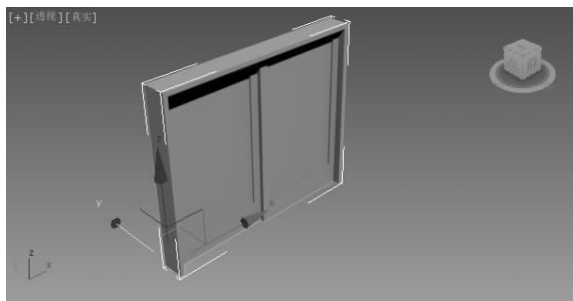

图 3.68 创建推拉门效果
(1) 在命令面板中单击“创建”选项卡 , 进入创建命令面板。
(2) 在“创建”面板下单击“几何体”按钮 , 选择“标准基本体”→“门”命令,在“对象类型”卷展栏中单击“推拉门”按钮。
(3) 将光标置于视图中合适的位置,拖动鼠标后在视图中出现推拉门的形状,如图 3.68 所示。